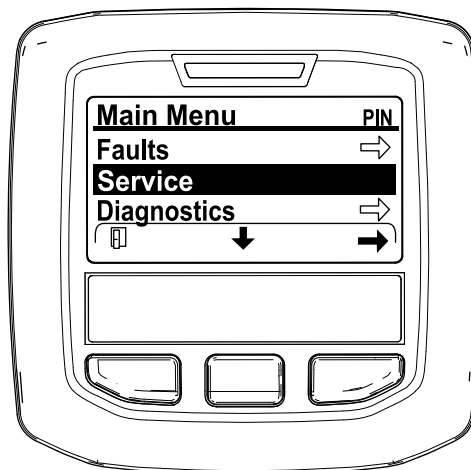

Рисунок 42
- Перейдите в MAIN MENU (ГЛАВНОЕ МЕНЮ), нажмите среднюю кнопку, чтобы перейти вниз к SERVICE MENU (МЕНЮ ТЕХОБСЛУЖИВАНИЯ), и нажмите правую кнопку, чтобы выбрать опцию SERVICE (ТЕХОБСЛУЖИВАНИЕ) (Рисунок 42).